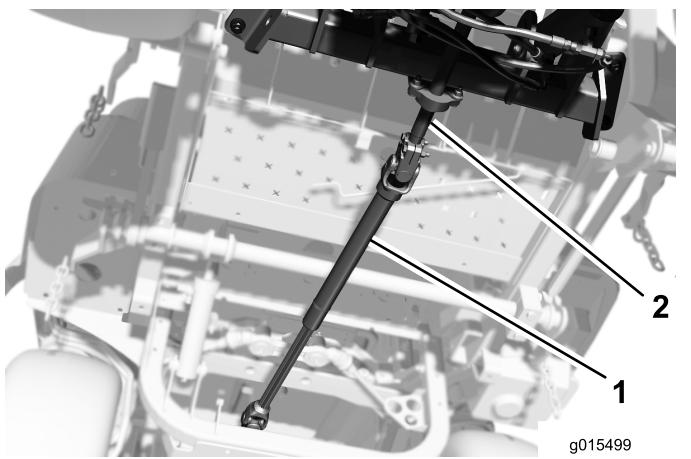

Рисунок 10
- Выравнивая монтажные отверстия ведущего вала по отверстию промежуточного вала, наденьте ведущий вал на промежуточный вал навесного оборудования (Рисунок 10).